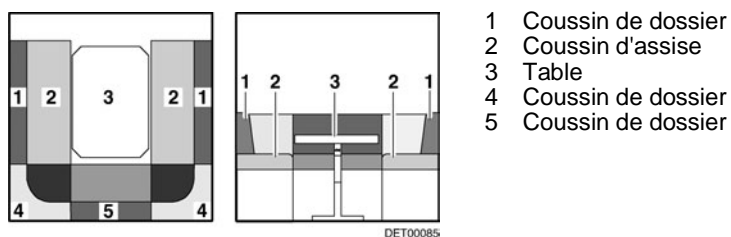

Fig. 111 Avant la transformation
- Convertir la table (Fig. 111,3) en sommier de lit (voir paragraphe 7.7).